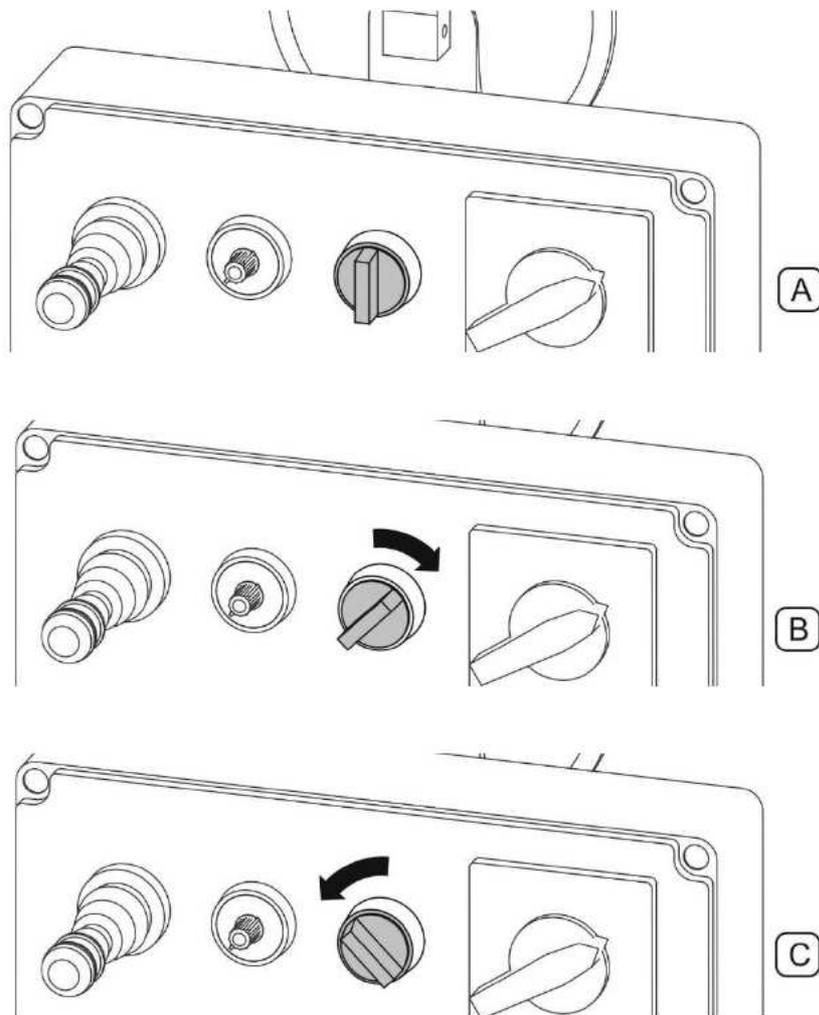
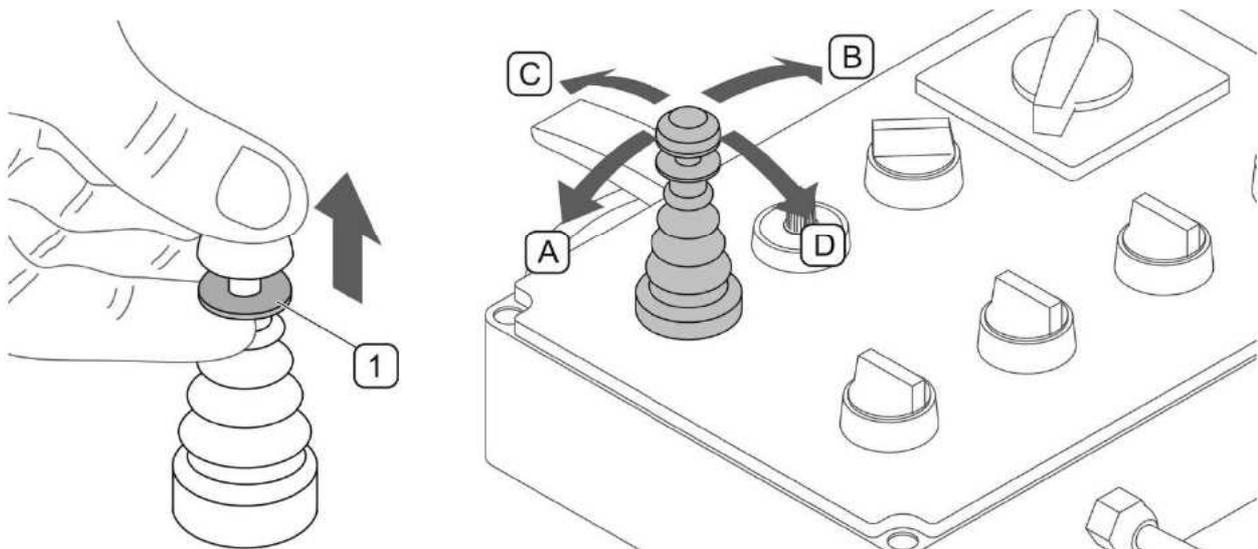

ABB. 4.11 Schalter des Kehrsystems
ABB. 4.14 Anheben und absenken des Schmutzbehälters
Zum Einschalten, Ausschalten und Anheben des Kehrsystems dient der dreistufige Schalter (ABB. 4.11). Durch Drehen des Schalters nach links (C) wird das Kehrsystem in die Arbeitsposition abgesenkt und der Bürstenantrieb eingeschaltet. Um den Bürstenantrieb auszuschalten, muss der Schalter zurück in die Stellung (A) gestellt werden. Um das Kehrsystem anzuheben, muss der Schalter nach rechts in die Position (B) „anheben“ gestellt und in dieser Position festgehalten werden. Der Schalter rastet in der Position (B) nicht ein. Wenn der Schalter losgelassen wird, kehrt der Schalter in die Stellung (A) „ausschalten“ zurück.
(1) - Sperring des Mehrfunktionshebels; (A) - schließen des Schmutzbehälters; (B) - öffnen des Schmutzbehälters; (C) - anheben des Schmutzbehälters; (D) - absenken des Schmutzbehälters;
Das Anheben und Absenken sowie das Öffnen und Schließen des Schmutzbehälters muss bei ausgeschalteten Kehrbürsten erfolgen (ABB. 4.11). Das Öffnen, Schließen, Anheben und Absenken des Schmutzbehälters erfolgt vom Fahrersitz aus mithilfe des Mehrfunktionshebels (ABB. 4.14). In Neutralstellung ist der Hebel gegen ein unbeabsichtigtes Einschalten gesperrt. Um die Sperre freizugeben, muss der Ring (1) unter dem Hebel am Schaft des Hebels nach oben gezogen werden.